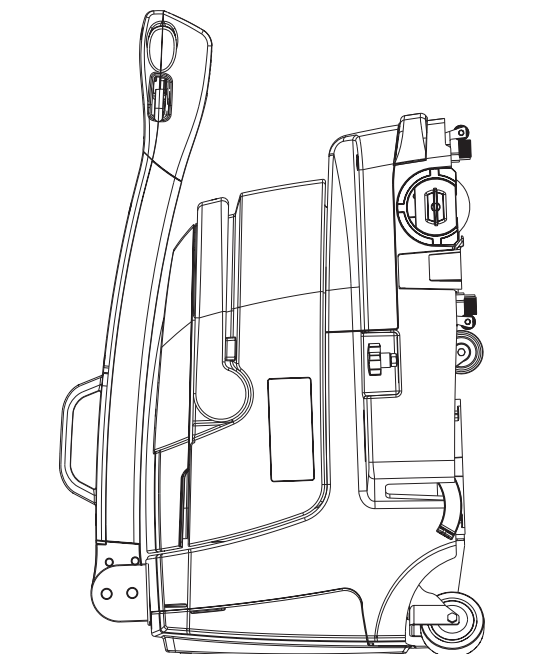

Figure 7
1. Arrêter la machine en la coupant, puis soulever la brosse et les embouchures avec la pédale de stationnement (10).
2. Vider la cuve des réservoirs (13).
5. Stationner la machine ; pour abaisser le guidon (1), pousser sur le levier (8).
6. La machine doit être garée en mode stationnement ; pédale (10).
7. Dans des espaces exigus, la machine peut être garée en l'appuyant sur la partie arrière, voir figure 7.